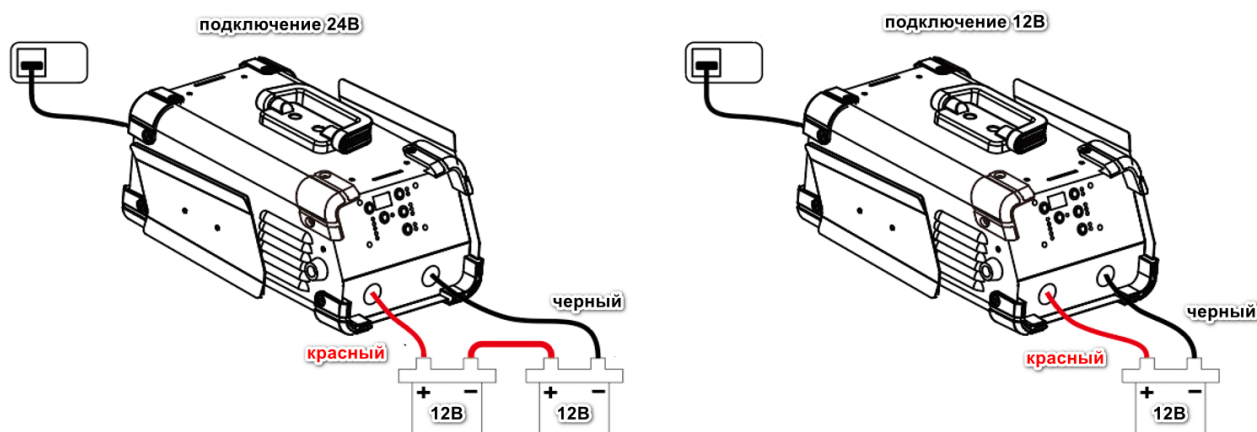

Рисунок 2
- 1) Перевести устройство в режим СТАРТ. Переключением кнопки (16), выберите индикатор ДВИГАТЕЛЬ (5).
- 2) Далее, разместить зажимы устройства на АКБ согласно их полярности; красный на плюс, черный на минус (см. Рис. 2).